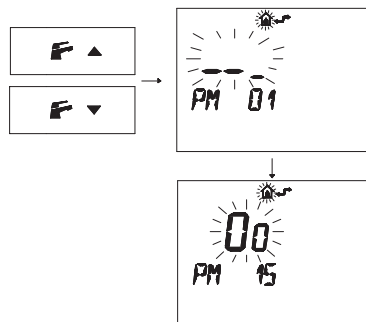

Figura 5.25
- Pulse los botones **F** \blacktriangledown o **F** \blacktriangle para visualizar la programación "PM15" para la habilitación de la sonda externa (Figura 5.25).